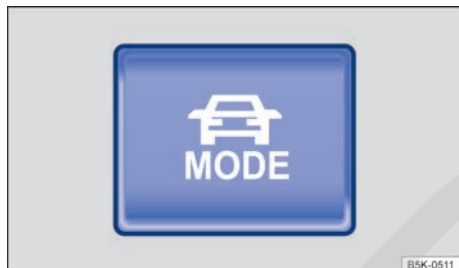

Fig. 123 En la parte inferior de la consola central: tecla de selección del perfil de conducción.
- Pulse la tecla de selección del perfil de conducción (📄) → fig. 123. En la pantalla del infotainment se muestra el menú de selección del perfil de conducción. El perfil de selección activo en ese momento aparece marcado.
- Pulse la tecla de selección del perfil de conducción  → fig. 123. En la pantalla del infotainment se muestra el menú de selección del perfil de conducción.
- **O BIEN:** pulse de nuevo la tecla de selección del perfil de conducción  → fig. 123 para seleccionar automáticamente el siguiente perfil de conducción no activo.